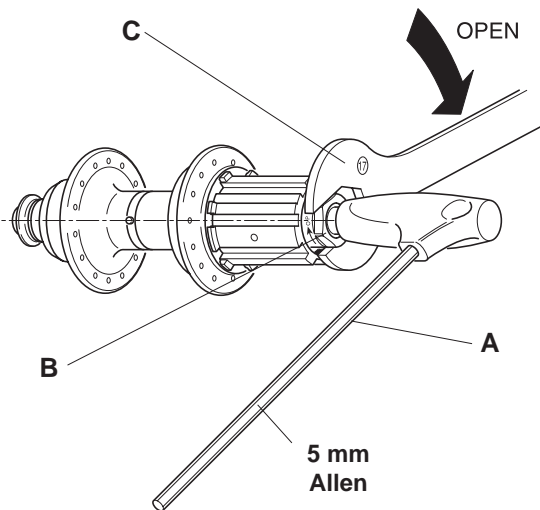

Fig. 11
- Tenete fermo il perno inserendovi per almeno 10mm la chiave a brugola da 5mm (A - Fig. 11) sul lato ruota libera e svitate il dado (B) girandolo con la chiave da 17mm (C) in **senso orario** come indicato dalla freccia presente su di esso.
- Hold the axle steady by inserting (at least 10mm) a 5 mm Allen wrench (A - Fig.11) on the freewheel side and unscrew the nut (B) with a 17 mm wrench (C) as shown by the arrow marked on it.
- Auf der Seite des Freilaufkörpers des Laufrads den 5 mm Inbusschlüssel (A - Abb.11) tief (mindestens 10 mm) einführen, um die Achse festzuhalten und die Mutter (B) mit dem 17 mm Schlüssel (C) im **Uhrzeigersinn** abnehmen, so wie es der Pfeil auf der Mutter anzeigt.
- Bloquez l'axe en insérant (au moins 10mm) la clé Allen de 5mm (A - Fig.11) sur le côté roue libre et dévissez l'écrou (B) en le tournant avec la clé de 17mm (C) **dans le sens des aiguilles d'une montre** comme indiqué par la flèche qui se trouve sur celui-ci.
- Mantened bloqueado el eje introduciendo al menos 10mm la llave allen de 5mm (A - Fig.11) en el lado de la rueda libre y desenroscar la tuerca (B), girándola con la llave de 17mm (C) en el **sentido de las agujas del reloj**, como se indica con la flecha que aparece en él.
- Hou de as stevig vast door een 5 mm imbusleutel (A - Fig.11) in de as te plaatsen (minstens 10 mm.) aan de cassettezijde en draai de moer (B) los met de **wijzers van de klok** mee met behulp van een 17 mm sleutel (C), zoals met een pijl staat aangegeven.